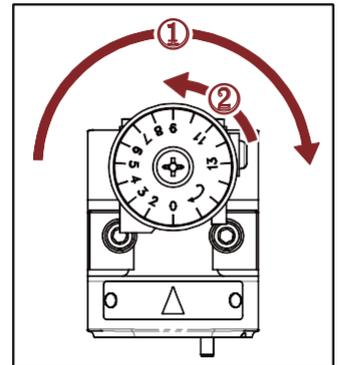

Fig. 7-1
- Base de Posicionamento Direita: $\Phi 2,0$ mm - $\Phi 13,0$ mm (Fig. 7-1)
- ① Gire no sentido horário até o fim.
- ② Gire no sentido anti-horário em "0".